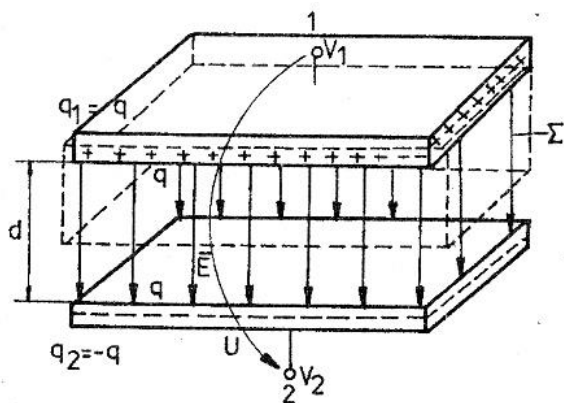

Fig.1.19 - Condensatorul plan.
**1. Capacitatea condensatorului plan.** Condensatorul plan este format din două armături plane paralele, de diferite forme, de arii  $S$ , separate printr-un dielectric de grosime  $d$  și permitivitate  $\varepsilon$  (fig.1.19). Aplicând legea fluxului electric suprafeței  $\Sigma$  (fig.1.19) care are forma paralelipipedică și cuprinde numai armătura încărcată cu sarcina  $+q$ , rezultă inducția electrică  $D$  și intensitatea câmpului electric  $E$ :